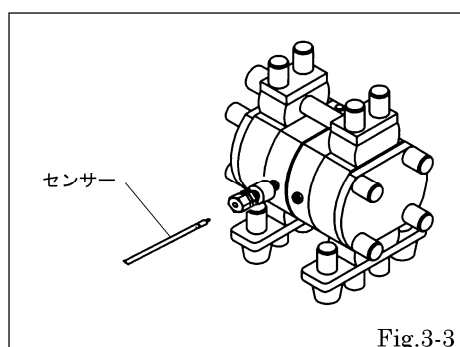

Fig.3-3
- ・「液体検出ファイバー」をフィッティングからゆっくりと挿入し、ファイバーセンサーの入り切った状態（突き当たり状態）から、0.5～3 mm 戻した位置でフィッティングを締め付けて、しっかり固定する。[Fig.3-3]（締め付けトルク：0.46 N・m）